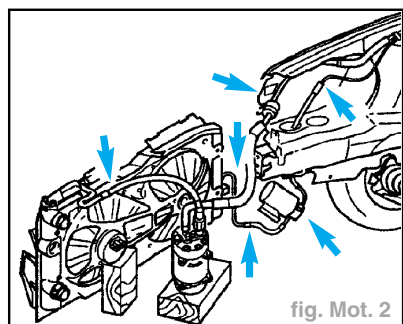

fig. Mot. 2
- Placer de côté le porte-serrure avec le radiateur et le condenseur de telle manière que les conduites/flexibles de réfrigérant (flèches) soient délestés (fig. Mot. 2).